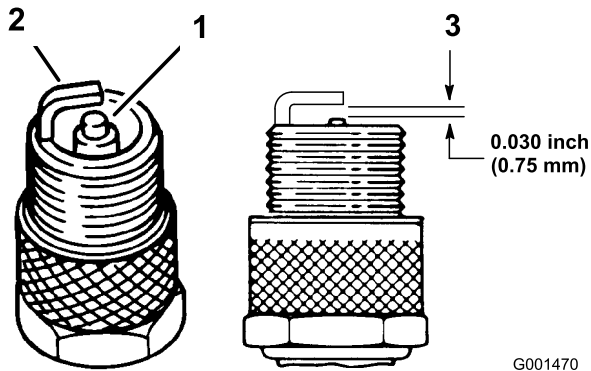

Figura 36
3. Compruebe la separación entre los electrodos central y lateral (Figura 36). Si la distancia no es correcta, doble el electrodo lateral (Figura 36).
3. Conecte el cable de la bujía (Figura 36).
1. Mire la parte central de la bujía (Figura 36). Si se observa un color gris o marrón claro en el aislante, el motor está funcionando correctamente. Si el aislante tiene un recubrimiento negro, significa que el limpiador de aire está sucio.